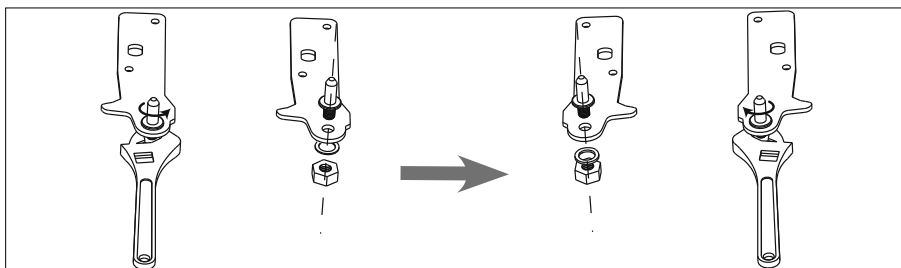

Abb. 11
- ▶ Setzen Sie den Scharnierzapfen gemäß der unten folgenden Abbildung auf der Lochplatte um, verwenden Sie zum Lösen und Festziehen der Mutter einen 10er-Schraubenschlüssel (siehe **Abb. 11**).